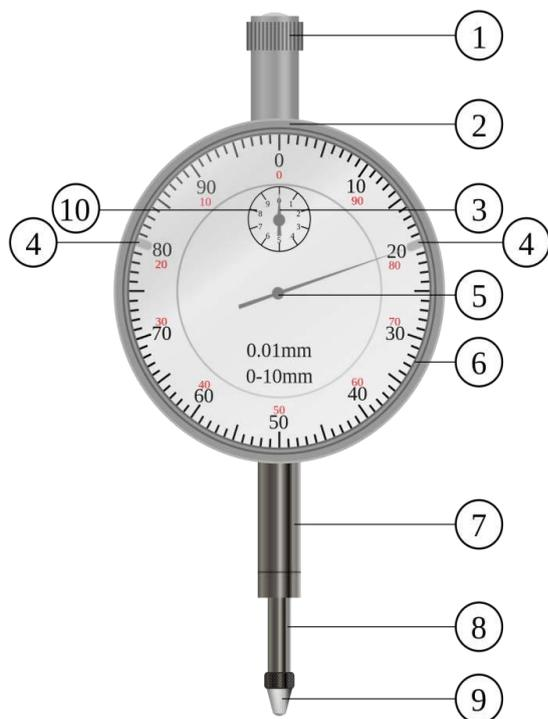

Рис.4
**11. Перечислите детали индикатора часового типа(Рис.4)под цифрами: 1;3;4;5;7;8;9;**
4. Какой цифрой обозначен Циферблат (Рис.4)?
5. Какой цифрой обозначен Измерительный стержень (Рис.4)?
6. Какой цифрой обозначен Указатель (Рис.4)?
7. Какой цифрой обозначен Рабочий конец (Рис.4)?